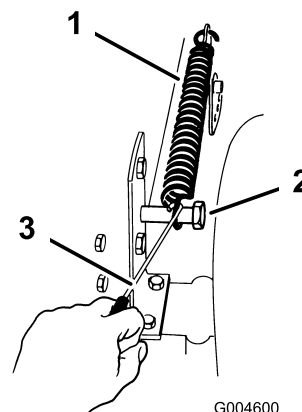

Figure 17
6. Retirez le ressort compensateur entre la patte de levage droite du plateau de coupe et le boulon de retenue (Figure 17).
14. Placez le levier de hauteur de coupe à la position "D" et accrochez le ressort compensateur au boulon de fixation pour éviter de le perdre (Figure 17).